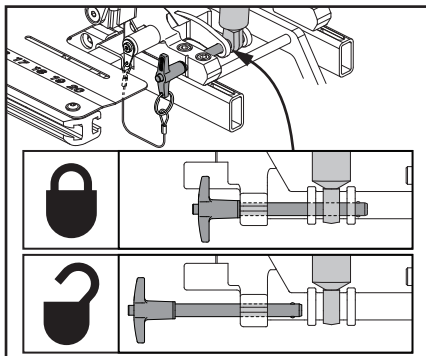
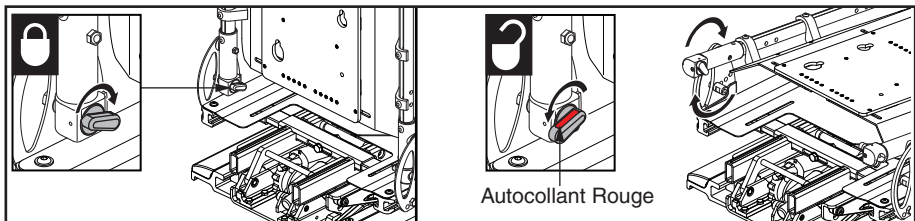

Figure 6. Dossier plié vers l'avant (goupille de verrouillage)
Figure 7. Dossier plié vers l'avant (levier de dégagement)
1. Retirez la goupille de verrouillage (**voir la figure 6**) **OU** tournez le levier de dégagement sur les deux cannes vers l'arrière du siège pour dégager le dossier (**voir la figure 7**).
2. Réinstaller la goupille de verrouillage et s'assurer que tous les composants soient bien fixés (**voir la figure 6**) **OU** tournez le levier de dégagement sur les deux cannes vers l'avant du siège pour verrouiller les cannes arrières. Assurez-vous que l'autocollant rouge sur le levier de dégagement n'est pas visible (**voir la figure 7**).